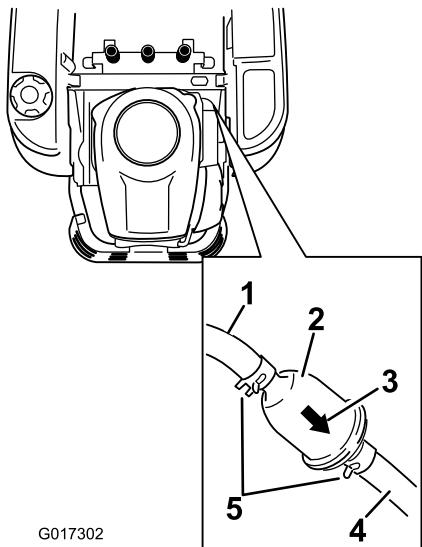

Bild 38
3. Ermitteln Sie den Kraftstofffilter an der Seite des Motors, wie in Bild 38 dargestellt.
4. Drücken Sie die Enden der Schlauchklemmen zusammen und schieben Sie sie vom Filter weg (Bild 38).
6. Setzen Sie einen neuen Filter ein. Der Pfeil für die Flussrichtung muss vom Kraftstofftank zum Motor zeigen. Schieben Sie die Schlauchklemmen eng an den Filter (Bild 38), um ihn zu befestigen.